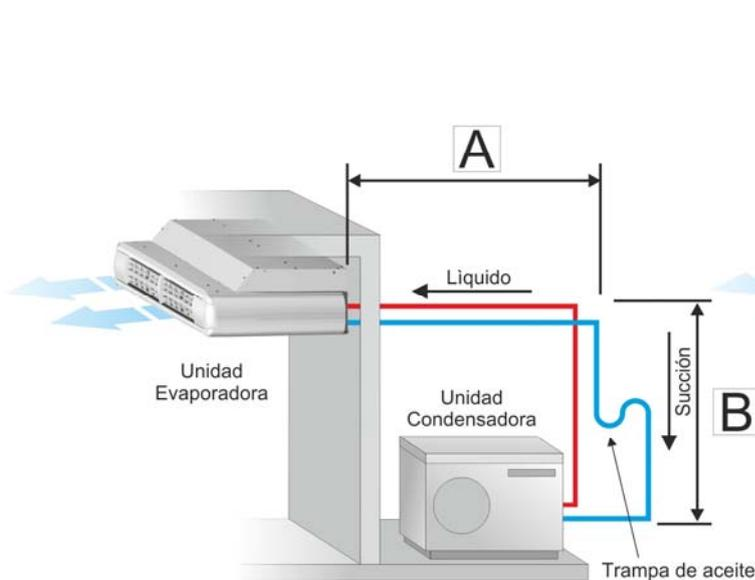

Fig. 3
- Cuando la unidad interior sea instalada por **encima** del nivel de la unidad condensadora, deberá realizarse una trampa de aceite en la línea de succión a la salida de la misma y a continuación de esta una “U” invertida, la cual no debe superar el punto mas alto de la unidad interior. Fig. 3